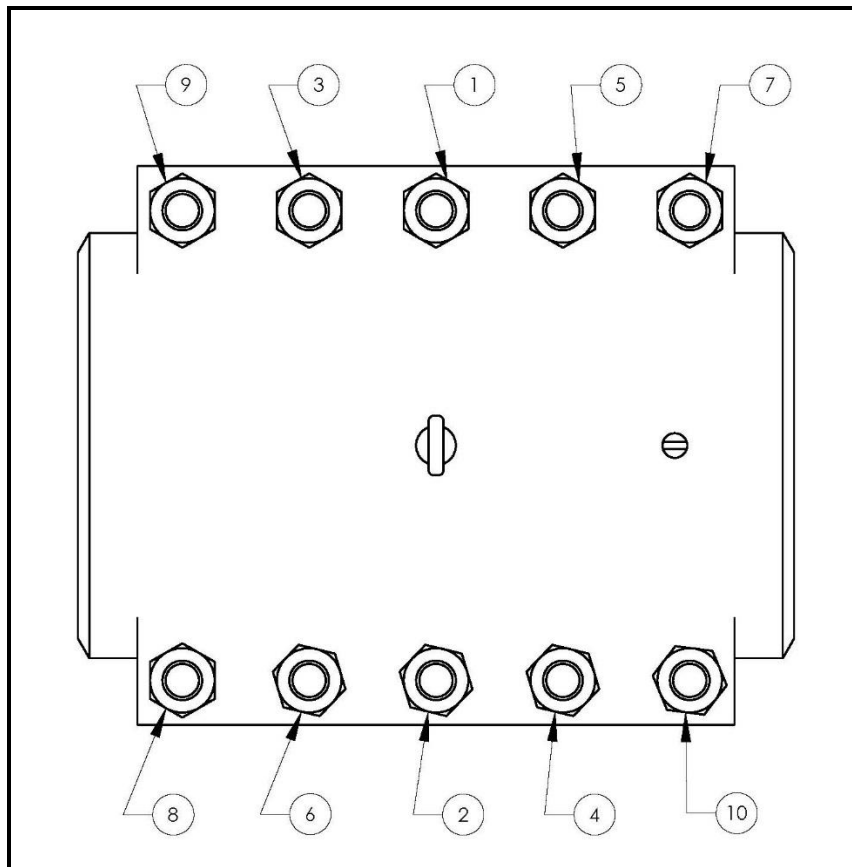

Figura 5
5. Apriete los espárragos de manera uniforme según el valor indicado para el tamaño de perno en la **Tabla de pares de apriete de PLIDCO** en la página 12 de estas instrucciones. Los mejores resultados se obtienen manteniendo un espacio igual todo alrededor de las barras laterales mientras se aprietan los espárragos. Para asegurarse de que haya un agarre completo de la tuerca debe tenerse un mínimo de 1/4 pulgada (6,4 mm) del espárrago sobresaliendo más allá de la misma. La secuencia de apriete de los espárragos debe seguir el patrón que se muestra en la Figura 5, y debe realizarse repetidamente como sigue: